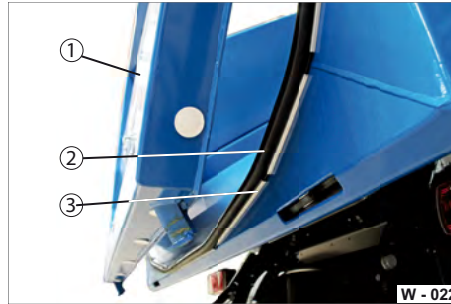

Abb. 31 Mulden-Dichtung
- ▶ Entriegeln Sie die Heckklappe (Abb. 31/1) bzw. stellen Sie diese aus und sichern Sie die Heckklappe gegen Zufallen.
- ▶ Reinigen Sie die Dichtung (Abb. 31/2) mit einem sauberem Lappen.